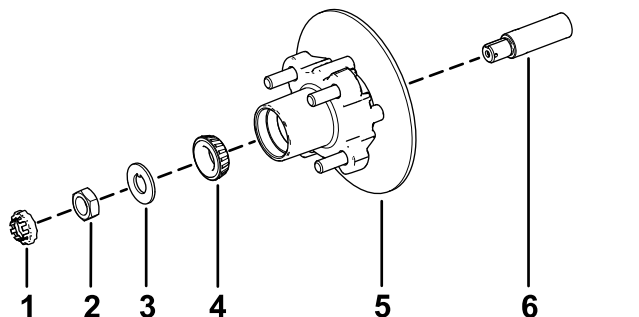

Figura 33
1. Lubrificate leggermente il mandrino con il grasso specificato (Figura 33).
2. Montate il mozzo e il rotore sul mandrino con il rotore verso l'interno (Figura 33).
3. Montate il cuscinetto esterno sul mandrino e inserite il cuscinetto sull'anello esterno (Figura 33).
4. Montate la rondella di sicurezza sul mandrino (Figura 33).
5. Avvitare il dado del mandrino sul mandrino e serrate il dado a 15 N·m mentre ruotate il mozzo per posizionare in sede il cuscinetto (Figura 33).
2. Allineate le pastiglie dei freni su ciascun lato del rotore (Figura 29) e i fori sulla staffa della pinza con i fori sul supporto del freno del telaio del mandrino (Figura 33).